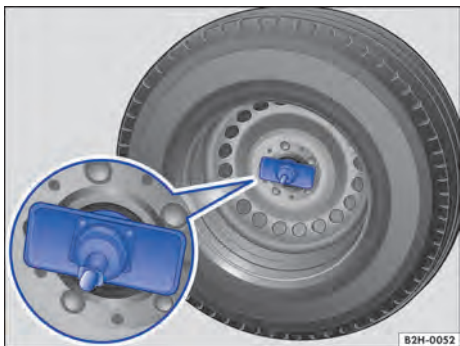

Fig. 162 Colocação correta do suporte do aro no orifício do aro.
- Assegurar-se de que o suporte do aro esteja centralizado no orifício do aro e que não esteja empenado ⇒ Fig. 162 ⇒ .